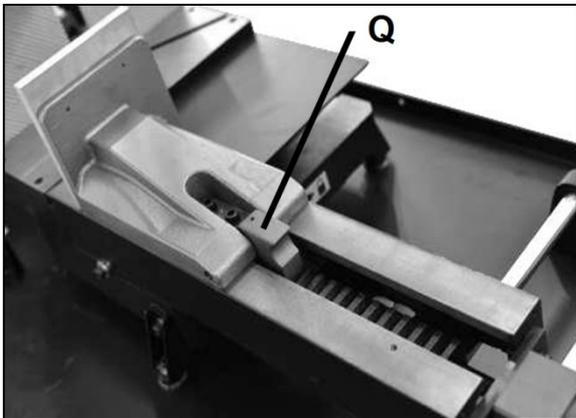

Abb. 7-5: Spannstock-Sperrklinke und Zahnstange
5. Die Spannstocksperrklinke (Q, Abb. 7-5) aeben und lösen. Den Spannstock von Hand öffnen.